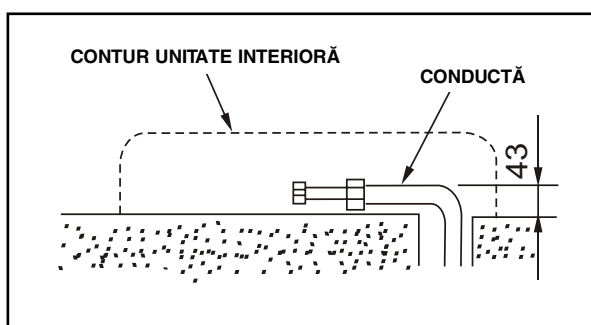

fig.5
3. Efectuați traseul țevelor așa cum e indicat în figură. Îndoiiți țeava de racordare, asigurându-vă că se găsește la o distanță mai mică de 43 mm față de perete (fig. 5)